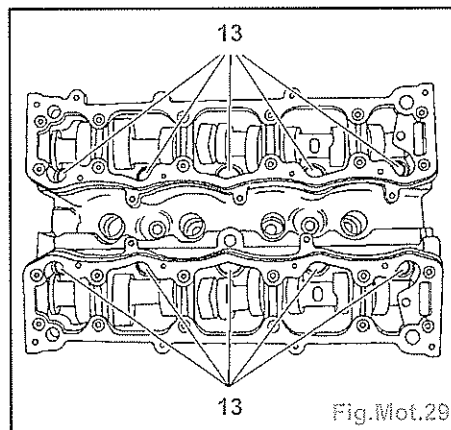

Fig.Mot.29
- la plaque support durits (12),
Impératif : Desserrer progressivement et en spirale les vis (13) en commençant par l'extérieur (Fig.Mot.29).